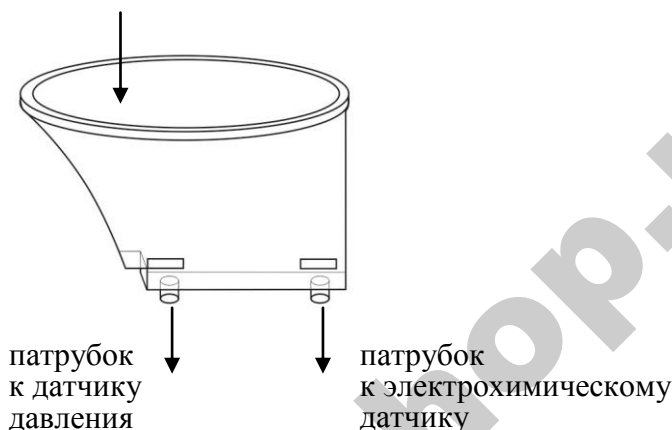

Рисунок 3 – Мундштук-воронка
1.4.16 Многоразовый мундштук-воронка (рисунок 3) формирует поток выдыхаемого воздуха для отбора пробы в режиме скрининга.